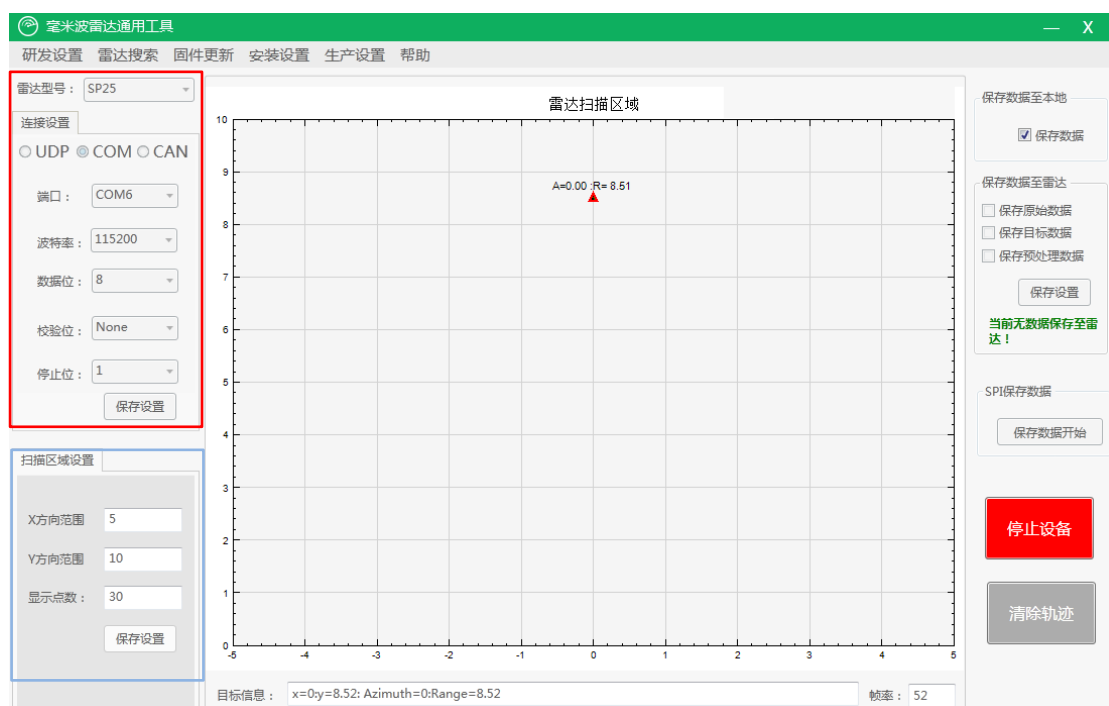

图 7 雷达毫米波通用工具界面演示
- 5) 开始测试。SP25 雷达天线面正对运动目标，或者传感器与目标存在相对微小运动，可查看 UI 界面会出现目标指示的红色三角，并显示目标距离 R。图 7 中，目标与雷达的径向距离为 8.51 米，同时传感器上的 D4 灯会持续闪烁。如果没有出现红色三角指示，说明在可探测距离与视野内没有目标出现，D4 指示灯熄灭。